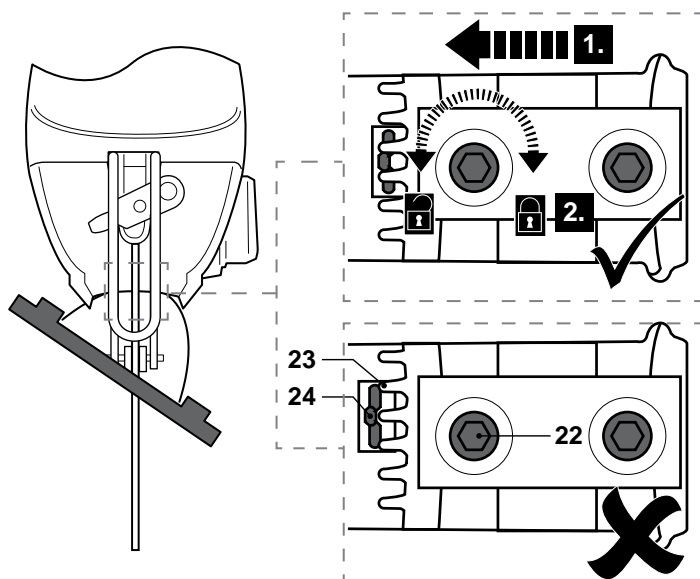

Fig. 9
- > Faites coulisser la semelle [11] vers l'avant pour engager les dents [23] dans la broche [24] (Fig. 9, étape 1).
- > Serrez les 2 vis à six pans creux [22] à l'aide de la clé hexagonale [6] (Fig. 9, étape 2).